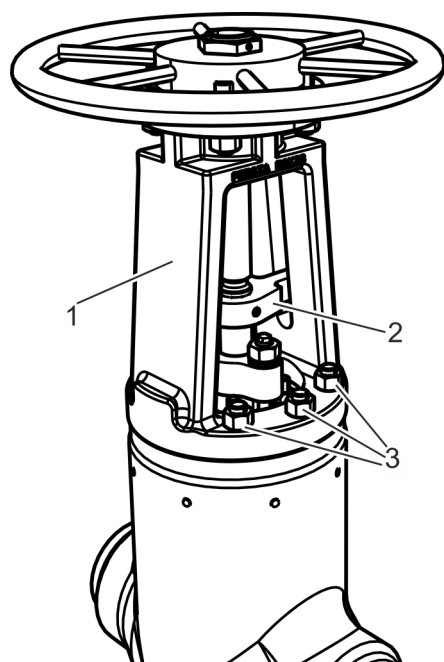

Fig. 25: Bonete y mecanismo anti-giro
13. ➤ Monte el bonete (Fig. 25/1).
Apriete los tornillos de fijación del bonete (Fig. 25/3) siguiendo el esquema en cruz conforme a las indicaciones del fabricante.